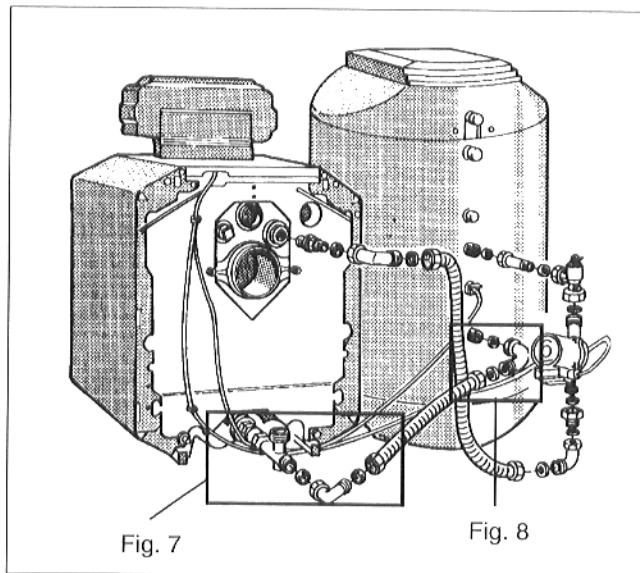
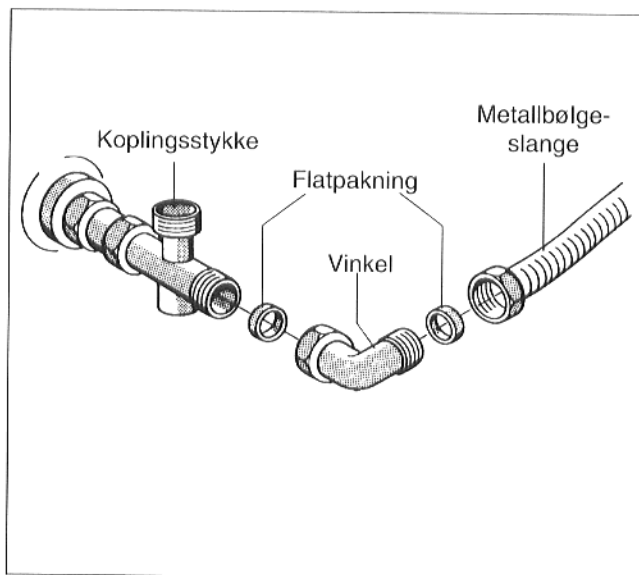
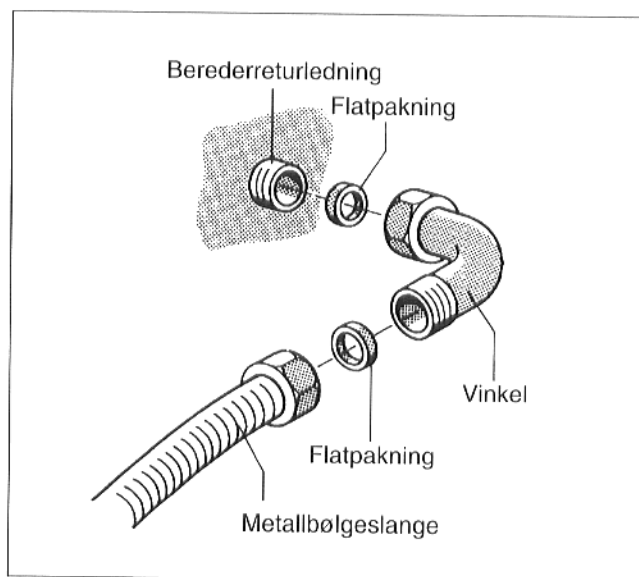

Fig. 6
Fig. 7
Fig. 8
- Flatpakningen legges inn i mutteren til en vinkel og skrues på bakre utgang til koplingsstykket (inngår i leveransen av kjelen) på kjelens returledning (fig. 6, fig. 7).
- Flatpakningen legges inn i mutteren til metallbølgeslangen (kortere slange) og skrues på vinkelen på koplingsstykket til kjelens returledning (fig. 6, fig. 7).
- Flatpakningen legges inn i mutteren til den siste vinkelen og vinkelen skrues fast på berederreturledningen (fig. 6, fig. 8).
- Flatpakningen legges inn i den andre mutteren til metallbølgeslangen og metallslangen skrues på vinkelen (fig. 6, fig. 8).